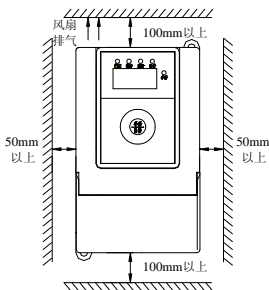

图 3-1 安装的间隔距离图
- (1) 一般情况下应立式安装，卧式安装时会严重影响散热，必须降额使用。
- (2) 安装间隔及距离最小要求，如图3-1所示。